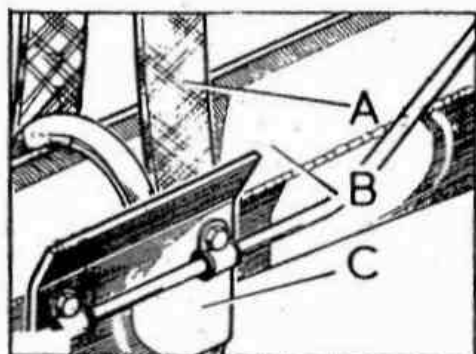

Fig. E -63 Posición correcta de la correa
2.05. Elevar con un gato, el eje trasero lo suficiente para poder sujetar las correas, asegurándose que queda alojada cada una de ellas entre el protector y el eje (Fig. E -63).